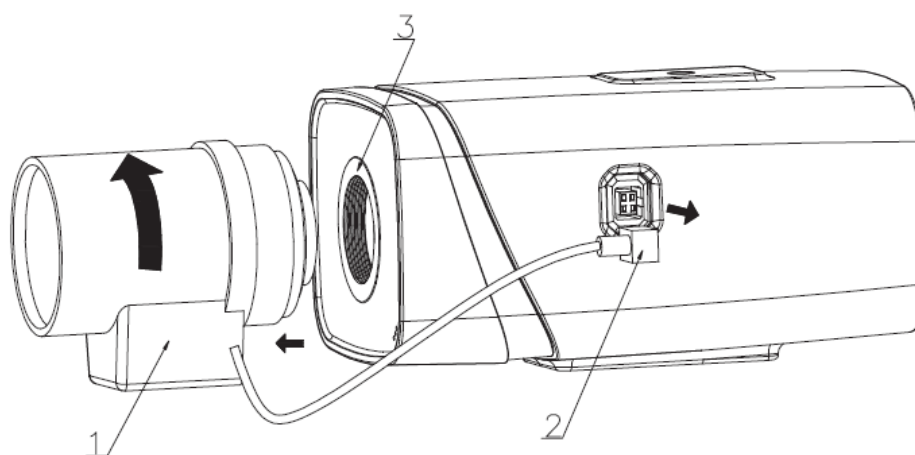

Рисунок 6.1 – Отсоединение объектива
1. Поверните объектив против часовой стрелки и отсоедините его от камеры (рис.6.1).
2. Отсоедините кабель автоматической регулировки диафрагмы, если он конструктивно присутствует (Рисунок 6.1).